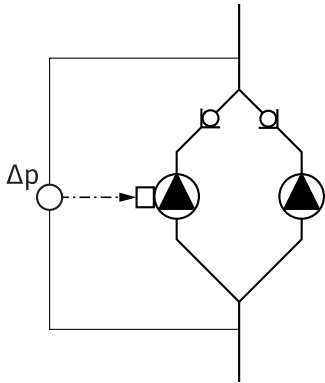

Fig. 13: 예 : 차압 센서 연결부
- Fig. 13의 예에서의 마스터 펌프는 유량 진행 방향 좌측에 위치한 펌프입니다. 이 펌프에 차압 센서를 연결하십시오. 마스터 펌프에서의 차압 센서 측정 지점은 더블 펌프 장치의 흡입면과 압측면에 있는 각각의 매니폴드에 위치해야 합니다 (Fig. 13).